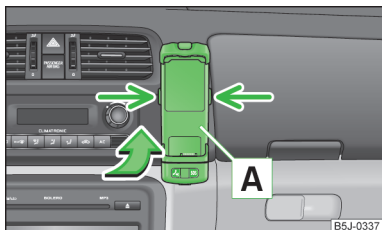

Abb. 99
- › Zuerst den Adapter **A** in Pfeilrichtung » Abb. 99 bis zum Anschlag in die Halterung schieben. Den Adapter dann leicht nach unten drücken, bis dieser sicher einrastet.
- › Gleichzeitig die seitlichen Verriegelungen der Halterung » Abb. 99 drücken und den Adapter mit dem Telefon herausnehmen.